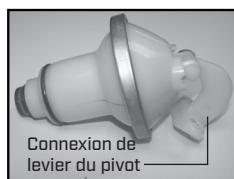

Figure 2
- 2) Retirez la goupille fendue de la connexion du levier du pivot de l'assemblage de la pompe à membrane. Retirez le levier et la quincaillerie de connexion de l'assemblage de pompe à membrane (fig. 2 et 3)